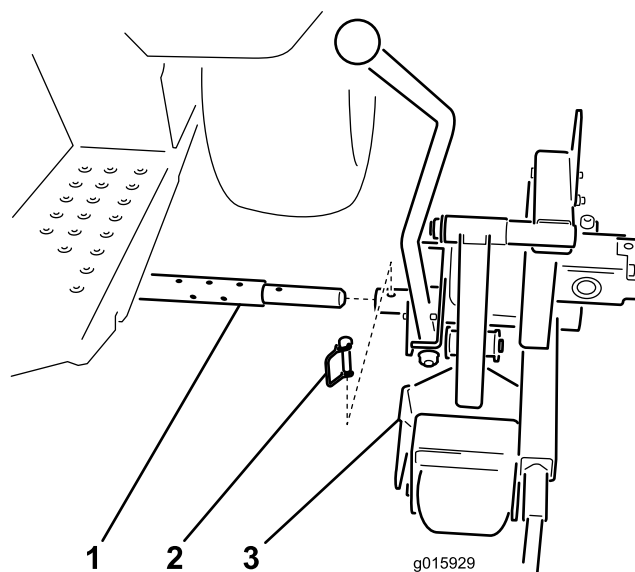

Figura 12
1. Deslice el tubo de giro del cabezal de corte sobre el tubo transversal (Figura 12).
2. Sujete el cabezal de corte al tubo transversal con el pasador de enganche (Figura 12).